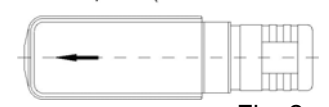

Fig. 2a
- ↯ Veillez à ce qu'aucun champ magnétique étranger pouvant altérer le fonctionnement de l'instrument ne se trouve à proximité (Fig. 2a).
- ↯ Une flèche est appliquée sur le commutateur de débit. Celle-ci doit être montée parallèlement à l'axe de la conduite et indiquer le sens d'écoulement (Fig. 2a).